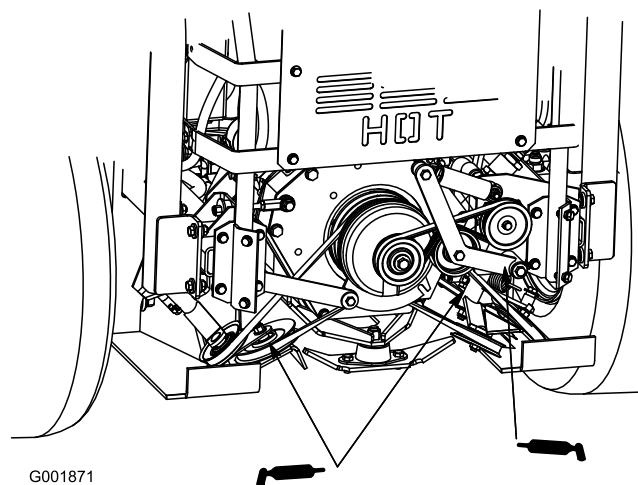

Figura 37
2. Engrase los brazos tensores de la correa de transmisión (Figura 37).
1. Engrase el brazo tensor de la correa del ventilador de refrigeración (Figura 37).